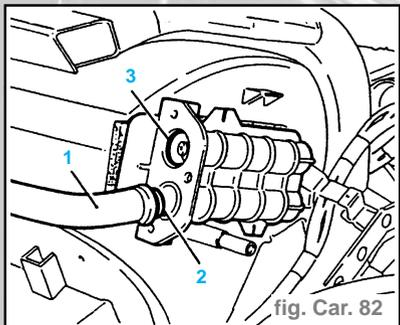

fig. Car. 82
- Effectuer dans le sens inverse les opérations décrites pour la dépose en se rappelant qu'avant d'engager les deux tubulures métalliques (1) dans le raccord double du radiateur/réchauffeur, il faut contrôler que sur leurs extrémités sont enclenchés les segments métalliques à section conique (2) et que sur les trous d'enclenchement sont insérés les segments d'étanchéité (O-ring) (3) (fig. Car. 82).